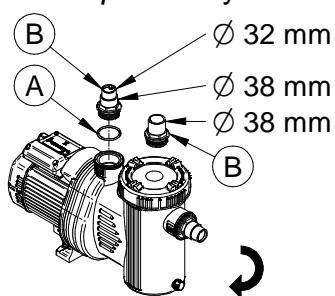

Fig. 95
1. Colocar las juntas tóricas (Fig. 95, # A) en los portagoma (Fig. 95, # B).
2. Enroscar los dos portagoma (Fig. 95) a la *aspiración* y a la *impulsión* de la *bomba*.